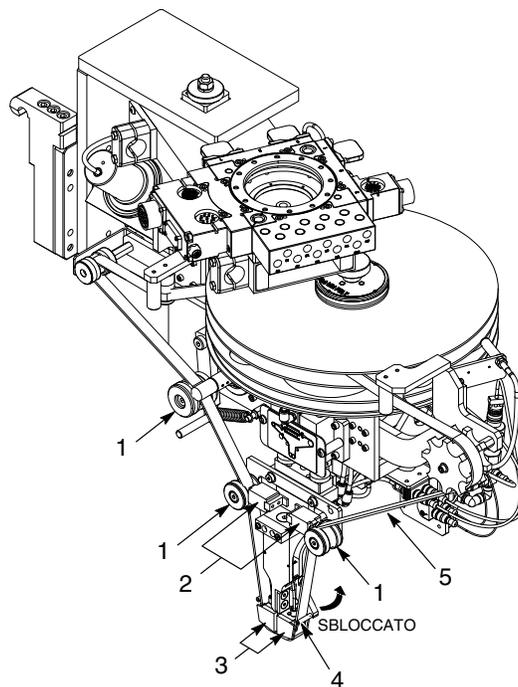
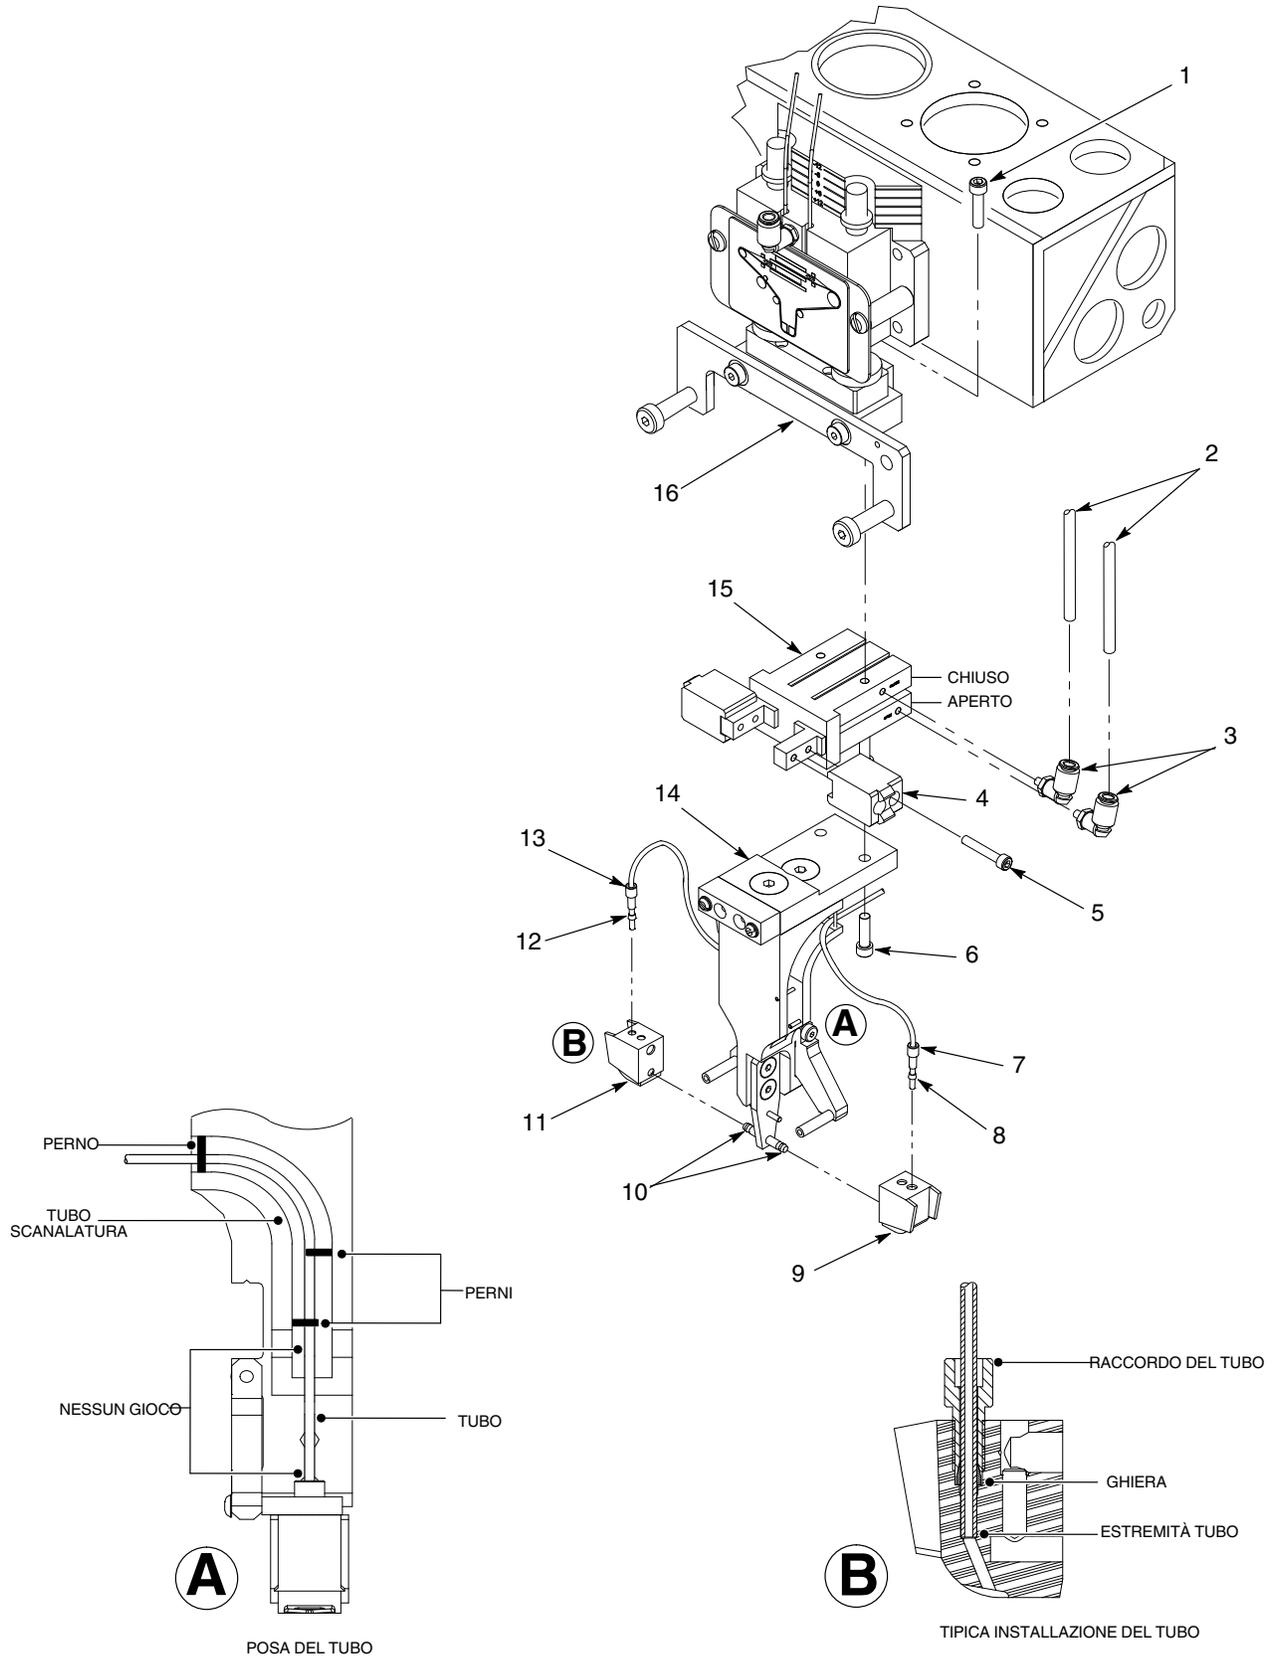

Figura 8 Rimozione del feltro
Figura 9 Pinza
1. Vedi figura 8. Dal controller eseguire la procedura che sgancia i blocchi pinze (2) dal feltro (5).
3. Muovere il blocco feltro (4) in posizione sbloccata. Togliere il feltro (5) dai blocchi di sfregamento (3) e dai rulli (1).
4. Vedi figura 9. Togliere i blocchi di sfregamento (9, 11) dalla staffa della testa di erogazione (14).
6. Contrassegnare e scollegare il tubo (2) dai raccordi (3). Togliere i raccordi dalla pinza (15).
7. Togliere le viti (6) che fissano la staffa della testa di erogazione (14) alla pinza (15).
8. Togliere le viti (1) che fissano la pinza (15) alla staffa della slitta (16).
9. Togliere le viti (5) che fissano le pinze del feltro (4) alla pinza (15).
1. Vedi figura 9. Applicare Loctite 242 sui filetti delle viti (5). Montare le pinze del feltro (4) sulla pinza (15) usando le viti. Serrare le viti a  $11 \pm 1$  in.-lb ( $1.25 \pm 0.1$  N•m).
2. Applicare Loctite 242 sui filetti delle viti (1). Montare la pinza (15) sulla staffa della slitta (16) usando le viti. Serrare le viti a  $48 \pm 5$  in.-lb ( $5.4 \pm 0.6$  N•m).
3. Applicare Loctite 242 sui filetti delle viti (6). Montare la staffa della testa di erogazione (14) alla pinza (15) usando le viti. Serrare le viti a  $48 \pm 5$  in.-lb ( $5.4 \pm 0.6$  N•m).
4. Montare i raccordi (3) sulla pinza (15). Collegare i tubi (2) ai raccordi. Assicurarsi che il tubo sia collegato al raccordo corretto.
5. Applicare gelatina di petrolio grezzo ai perni (10), alle ghiere (8,12) e ai filetti dei raccordi del tubo (7, 13).
7. Montare i blocchi di sfregamento (9, 11) sulla staffa della testa di erogazione (14).
9. Vedi figura 8. Montare il feltro (5) attorno ai blocchi di sfregamento (3) e ai rulli (1). Muovere il blocco feltro (4) in posizione bloccata.